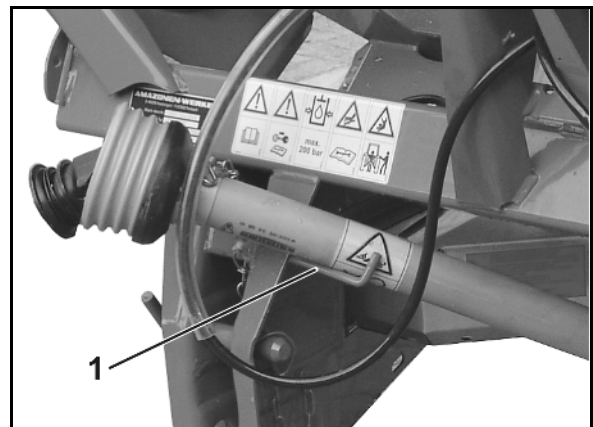

Рис. 35
5. Покладіть карданний вал в передбачений тримач (Рис. 35/1).